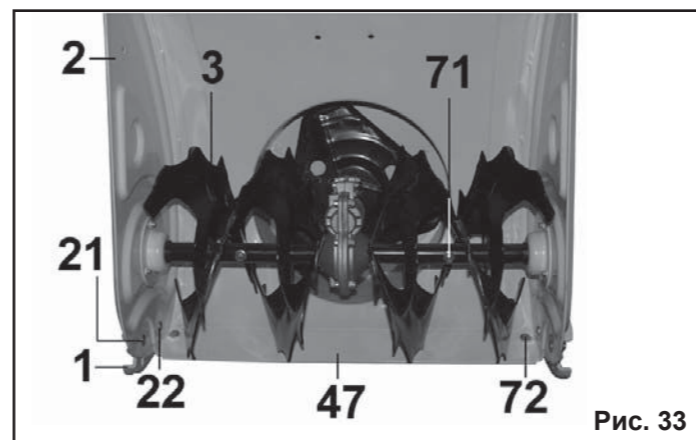

Рис. 33
9.11. Замена срезных болтов (Рис.33).
9.12. Замена ножа и башмаков (Рис.33).